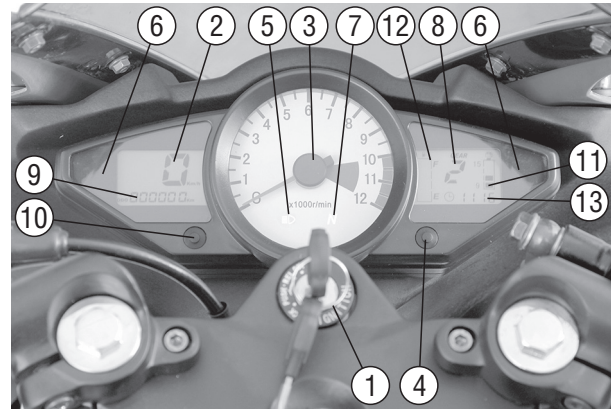

Рис. 7. Панель приборов.
**Замок зажигания** (рис. 7, поз.1). Замок зажигания имеет следующие положения ключа:
**Спидометр** (рис. 7, поз. 2) показывает скорость движения мотоцикла (в километрах в час).
**Одометр** (рис. 7, поз. 9) показывает пробег мотоцикла в километрах от начала эксплуатации.
**Кнопка переключения режима работы одометра** (рис. 7, поз. 10). Кратковременным нажатием на кнопку поочередно включаются показания пробега от начала эксплуатации или пробег мотоцикла в километрах от последнего обнуления (обнуляется при длительном нажатии на кнопку).
**Тахометр** (рис. 7, поз. 3) показывает скорость вращения коленчатого вала двигателя (в оборотах в минуту). Максимальная мощность двигателя достигается при скорости вращения коленчатого вала 7500 об./мин. Допускается кратковременное превышение оборотов максимальной мощности, но не более, чем до 8500 об./мин.
**Кнопка настройки электронных часов** (рис. 7, поз. 4) служит для установки времени (часы и минуты) на электронном табло.
**Контрольная лампа дальнего света фары** (рис. 7, поз. 5) указывает на включение дальнего света (левая фара).
**Контрольные лампы указателей поворотов** (рис. 7, поз. 6) указывают на включение указателей поворотов.
**Контрольная лампа нейтральной передачи** (рис. 7, поз. 7) указывает на включение нейтральной передачи.
**Указатель порядкового номера включенной передачи** (рис. 7, поз. 8) показывает порядковый номер включенной передачи.
**Указатель уровня заряда аккумуляторной батареи** (рис. 7, поз. 11) показывает напряжение на клеммах аккумулятора. Если напряжение менее 11 В (обозначены менее двух делений индикатора), аккумулятор следует зарядить.
**Указатель уровня топлива** (рис. 7, поз. 12) показывает количество топлива в баке. При приближении количества топлива к минимальному уровню следует заправить бак топливом.
**Электронные часы** (рис. 7, поз. 13) показывают время в часах и минутах. Настройка часов осуществляется посредством кнопки (рис. 7, поз. 4).